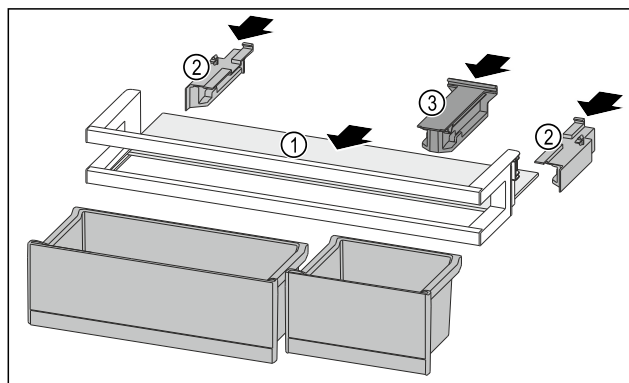

Fig. 151
- Odkládací plochu Fig. 151 (1) zasuněte do bočních vybrání.
- Boční díly Fig. 151 (2) vložte.
- Držák Fig. 151 (3) vložte.